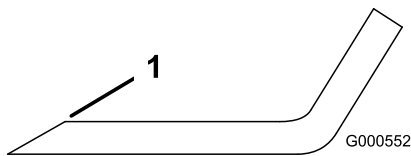
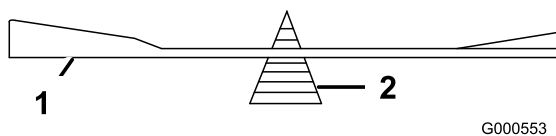

Figura 45
Figura 46
1. Utilice una lima para afilar el filo de corte en ambos extremos de la cuchilla (Figura 45). Mantenga el ángulo original. La cuchilla permanece equilibrada si se retira la misma cantidad de material de ambos bordes de corte.
2. Verifique el equilibrio de la cuchilla colocándola sobre un equilibrador de cuchillas (Figura 46). Si la cuchilla se mantiene horizontal, está equilibrada y puede utilizarse. Si la cuchilla no está equilibrada, rebaje algo el metal en la parte de la vela solamente (Figura 45). Repita este procedimiento hasta que la cuchilla esté equilibrada.